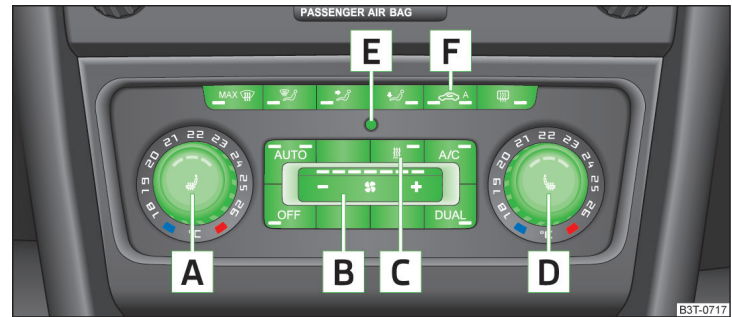

Abb. 126 Climatronic: Bedienungselemente
Funktionen der einzelnen Bedienungselemente » Abb. 126:
- Die Taste **AUTO** » Abb. 126 auf Seite 117 drücken.
- Den Drehregler **A** » Abb. 126 auf Seite 117 nach links bzw. rechts drehen, um die Temperatur zu senken bzw. zu erhöhen.
- Den Drehregler **D** » Abb. 126 auf Seite 117 nach links bzw. rechts drehen, um die Temperatur zu senken bzw. zu erhöhen.